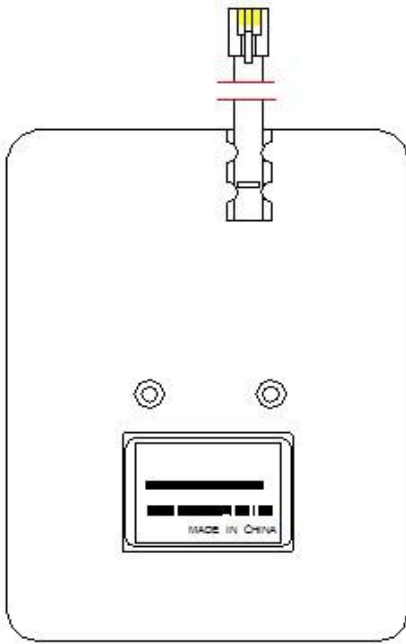

Fig. 3 (For HT100)
- a. HT100 (Motorized Curtain Tracks) -- Fig. 3